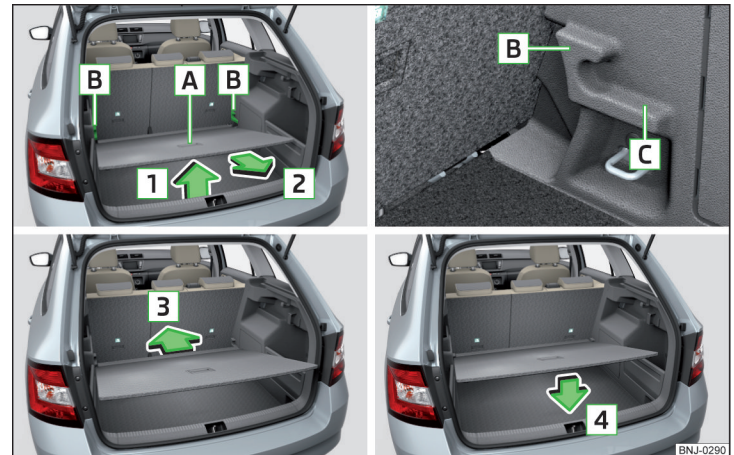

Abb. 119 Variablen Ladeboden in die obere/untere Position einstellen
- › Den variablen Ladeboden am Griff **A** in Pfeilrichtung **1** anheben und teilweise in Pfeilrichtung **2** verschieben » Abb. 119.